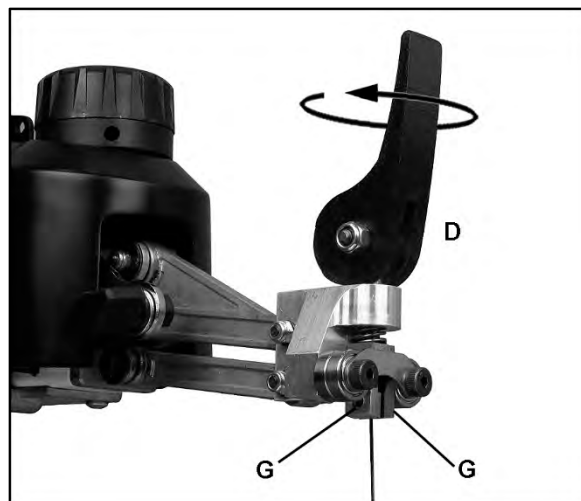

Рисунок 16
- Натяжение пилки можно увеличить путем поворота рукоятки (D, рисунок 16) на один оборот по часовой стрелке.
- Закрутите установочные винты (G) по часовой стрелке с помощью 3 мм шестигранного ключа, чтобы
Сначала проверьте, что установочные винты (G, рисунок 16) выступают в зону зажима на одинаковое расстояние. При необходимости отрегулируйте.